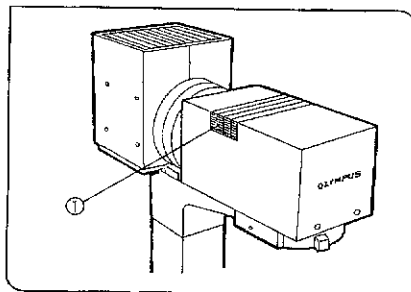

図 75
(図75, 76, 77, 78)
(図75, 76, 77)
1) フィルタホルダの指かけ部①に指をかけ、フィルタホルダをはね上げます。(図75)